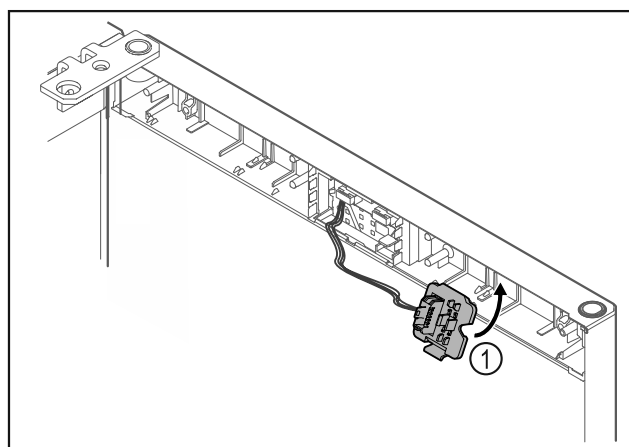

Fig. 23
- ▶ Zaklapněte držák zástrčky Fig. 23 (1) na protější straně.